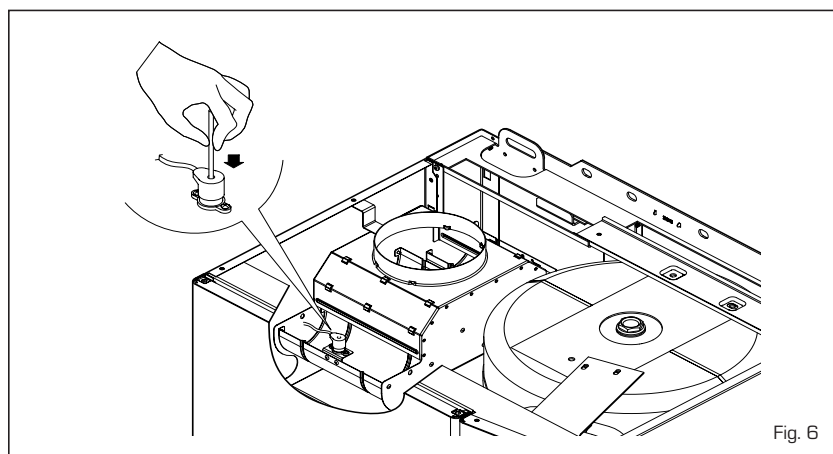

Fig. 6
- Dispositivo de segurança dos fumos vers. "25/60 OF" (fig. 6)